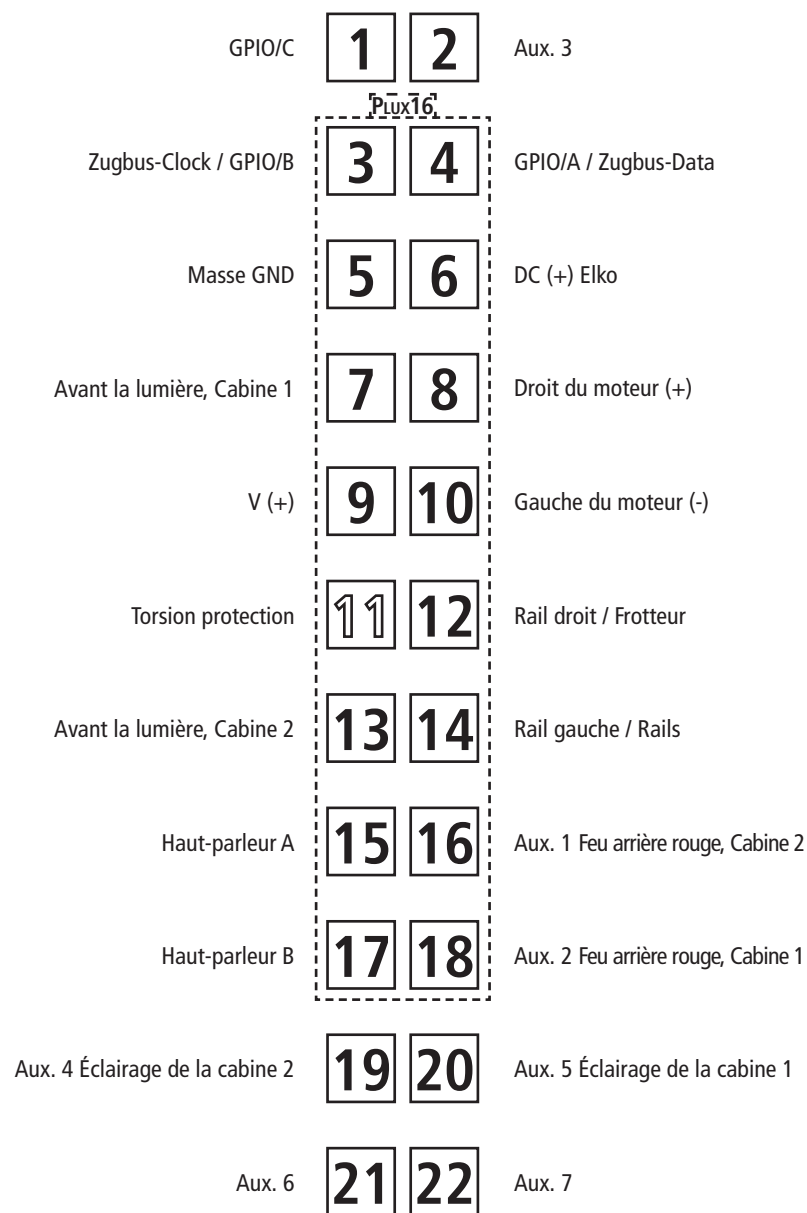

Fig. 5
**2. Schmierung:** Versehen Sie die im Schmierplan in Fig. 5 gekennzeichneten Stellen mit nur **kleinen Öltropfen**. Dazu zuerst das Lokgehäuse abnehmen (Fig. 3). Wir empfehlen den **ROCO Öler Art.-Nr. 10906**. Fürs Schmieren der Getriebeteile (Zahnräder, Schnecke) empfehlen wir das **ROCO-Spezialfett Art.-Nr. 10905**. Im Falle der Schmierung diese Teile **nicht ölen**.
**2. Lubrication:** Apply **tiny oil drops** to spots marked in fig. 5. Prior to lubrication dismantle locomotive (fig. 3). We recommend using item no. **10906, Roco oiler**. For lubrication the gearparts (e.g. cogwheels, worm) we would recommend our Roco **special grease** (item no. **10905**).
**2. Graissage:** N'appliquez **qu'une toute petite goutte** aux endroits indiqués par le plan de graissage (fig. 5) après avoir démonté la caisse de la locomotive (fig. 3). Nous vous recommandons **le graisseur à huile Roco réf. 10906**. Pour graisser les engrenages (roues dentées, vis sans fin) nous vous conseillons la **graisse spéciale Roco réf. 10905** pour engrenages en matières synthétiques. Lorsque vous utilisez cette graisse il faut éviter d'huiler ces composants.